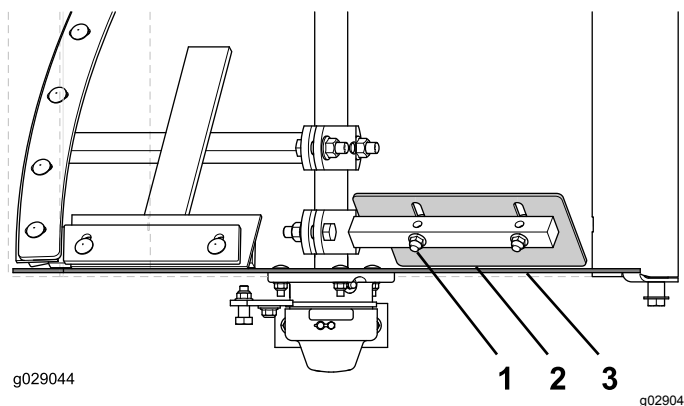

Figura 48
- Afloje los pernos de cabeza redonda y las contratuercas prensadas que sujetan la paleta de extremo ajustable a la paleta fija. (Figura 48)